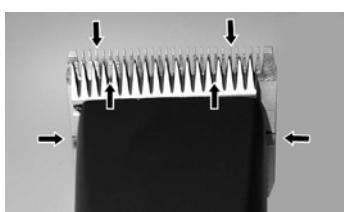

図. 21
ヘアカッターとヘアカッターヘッドの優れるカット性能と耐用年数が伸びるようにするために、上と下の刃の間に必ず薄い油膜を施します(図. 21)。
- ▶ カット中に刃へ十分な潤滑を(15分間隔で)行い、乾かないようにしてください(図. 21)。